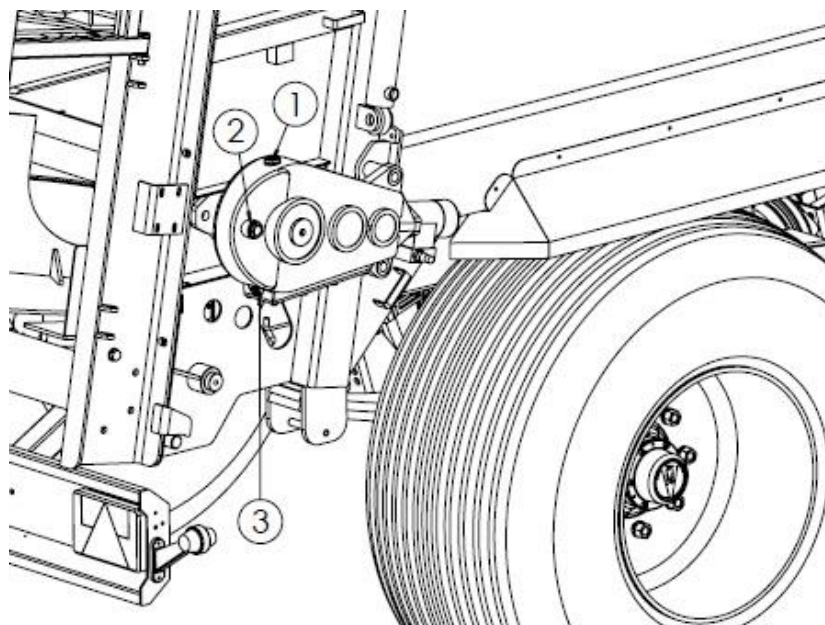

Рисунок 16. Точки контроля уровня масла редуктора напольного транспортера.
Для слива масла из редуктора (рис. 16, 17) отвинтите сливные пробки (3). Корпуса редуктора должны быть заполнены новым маслом через заливное отверстие для масла (1), пока масло не появится в смотровом стекле (2). Правильный уровень масла - это когда масло видно в середине окна смотрового стекла.